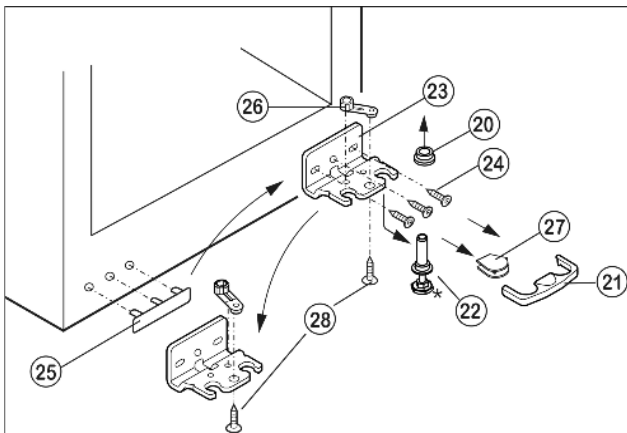

Fig. 5
- ▶ Предохранитель Fig. 5 (21) снимите движением вперед.
- ▶ Снимите крышку Fig. 5 (27).\*
- ▶ Полностью поверните регулируемую опору Fig. 5 (22).
- ▶ Вытяните опорный палец Fig. 5 (22) вниз и вперед. При этом следите за гнездом шарнира Fig. 5 (20).
- ▶ Открутите опорный кронштейн Fig. 5 (23)(3 шт. Torx 25) Fig. 5 (24).
- ▶ Открутите опорную деталь Fig. 5 (26)(1 Torx 25) Fig. 5 (28) и, переставив в отверстие на противоположной стороне опорного кронштейна, снова прикрутите.
- ▶ Осторожно приподнимите и переставьте крышку Fig. 5 (25) со стороны ручки.
- ▶ Снова прикрутите опорный кронштейн Fig. 5 (23) на новой стороне шарнира, при необходимости с помощью аккумуляторного шуруповерта с усилием 4 Нм.
- ▶ Установите крышку Fig. 5 (27) на противоположной стороне.\*
- ▶ Предохранитель (21) нужно зафиксировать сбоку на кронштейне, чтобы опорный палец и двери были защищены от выпадения.
- ▶ Снова защелкните предохранитель (21) на опорном кронштейне.
- ▶ Наденьте гнездо шарнира Fig. 5 (20).
- ▶ Установите дверцу сверху на нижний опорный палец Fig. 5 (22).
- ▶ При необходимости выровняйте дверцы через два продольных паза в нижнем опорном кронштейне *Fig. 5 (23)* параллельно корпусу устройства. Для этого выкрутите средний винт.